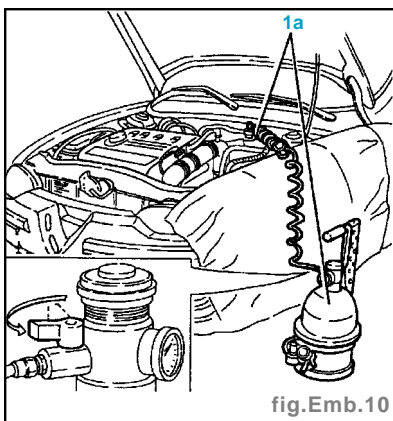

fig. Emb. 10
- Brancher l'équipement 1.806.097.000 (1a) au réservoir de liquide de freins - embrayage (fig. Emb. 10).